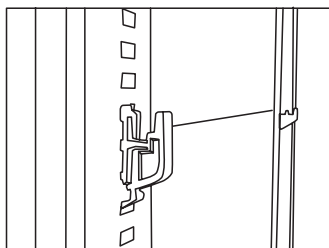

fig. 9A
2. Placér hyldeknægten i den ønskede højde (fig. 9A).